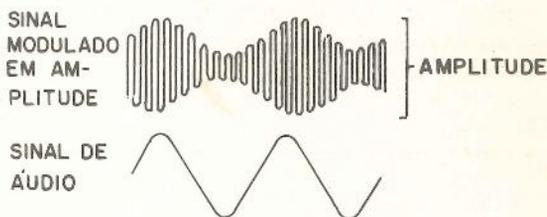

figura 6
O nome amplitude modulada (AM), vem do fato da onda eletromagnética portadora da informação da música, som etc, ter sua intensidade ou amplitude alterada no mesmo ritmo da música, som que deve ser transmitido. (figura 6)